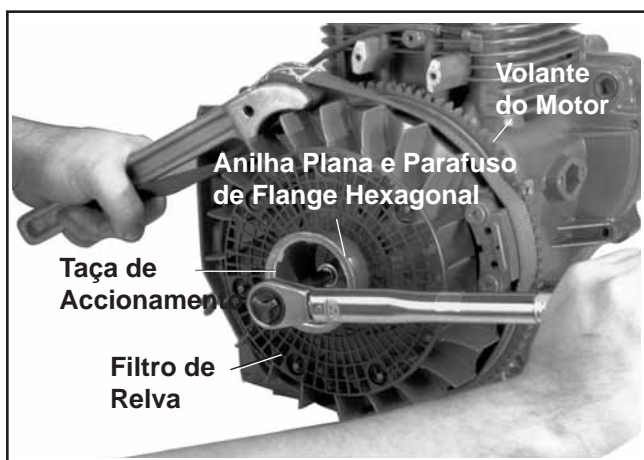

Figura 11-26. Instalar o Volante do Motor.
4. Coloque o volante do motor sobre a chaveta/o cárter. Instale a rede de relva, a taça de accionamento, a anilha plana (lado plano da anilha na direcção da taça de accionamento) e o parafuso de flange hexagonal. Consulte a Figura 11-26.
5. Segure o volante do motor com a chave de correia ou a ferramenta de apoio e aperte o parafuso de flange hexagonal até **66,4 N·m (49 pés. lb.)**. Consulte a Figura 11-26.